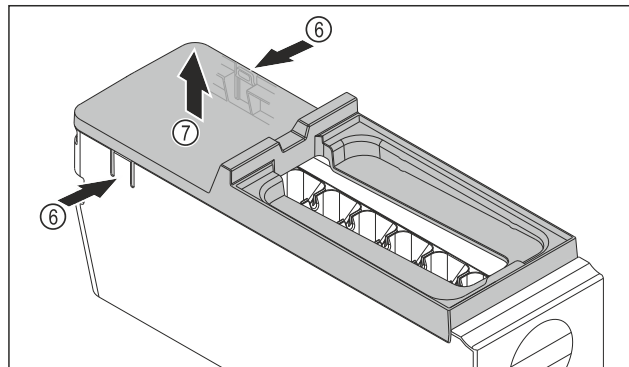

Fig. 198
- Izvadite poklopac tijela sustava EasyTwist-Ice: Pritisnite jezičke Fig. 198 (6) na obje strane tijela sustava EasyTwist-Ice jednom rukom.
- Poklopac Fig. 198 (7) drugom rukom izvucite prema gore.